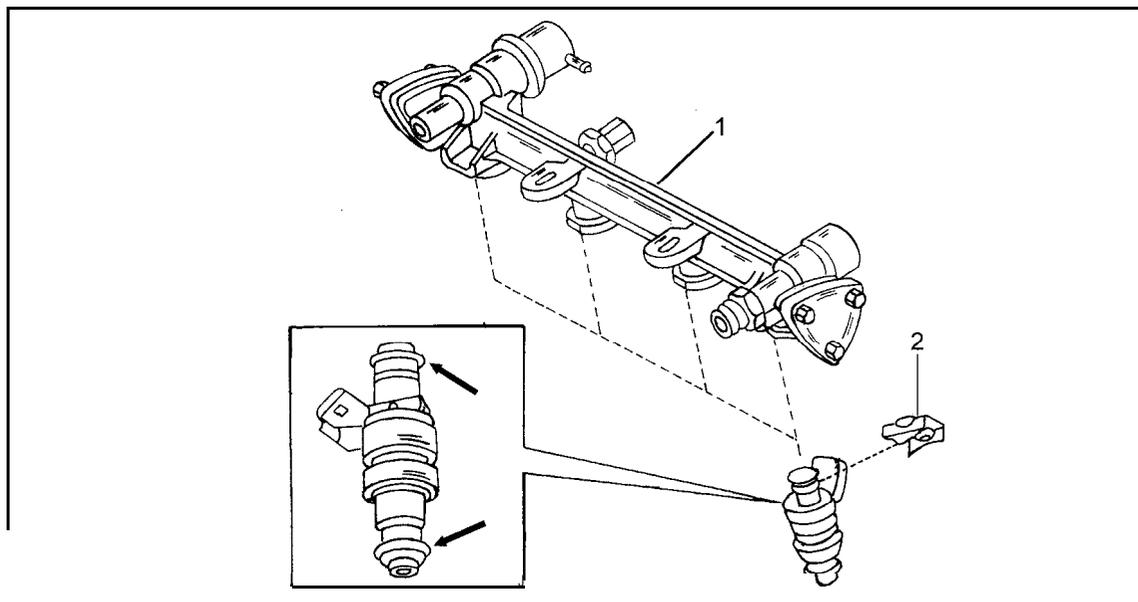

Bild 210
Nach Entfernen der Sicherungen das betreffende Einspritzventil herausziehen. Oben und unten ist ein Dichtring an den Ventilen angebracht. Diese immer erneuern. Bild 210 zeigt wo die Einspritzventile sowie die Dichtringe sitzen. Beim Einbau die Dichtringe einölen und die Ventile in die Bohrungen schieben. Mit den Haltestücken (2) befestigen. Abschliessend das Kraftstoffverteilerrohr wieder einbauen.